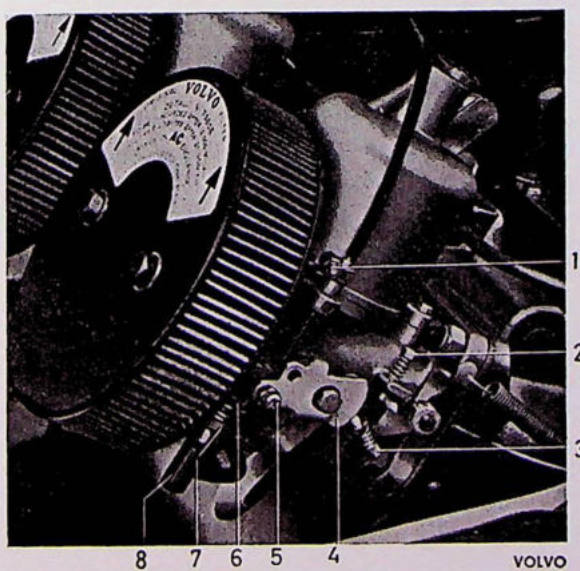

Fig. 2-95. Bediening
1. Plaats een 0,5 mm (0,020") dikke voelermaat bij „A”, Fig. 25 tussen het liever en de aanslag. Draai de stationaire stelschroeven (2, Fig. 2-95) zo ver los, dat de smookkleppen volledig gesloten zijn.
1. Stel de hoogste van de sproeiers ruwweg af door de afstelmoer (7, Fig. 2-95) eerst geheel omhoog en hem dan 1½ slag terug te draaien. Stel beide karburateurs gelijk af.
2. Draai de stationaire afstelschroeven (2) zo in, dat ze de smookkleplievers net aanraken als de smookkleppen gesloten staan. Draai ze dan een halve slag verder in.
4. Start de motor. Stel door middel van de stationaire afstelschroeven (2) het stationaire toerental op 600—800 omw./min. af. Draai de schroeven zo in, dat het aanzuiggeluid bij beide karburateurs even sterk is. Laat de motor warm draaien.
5. Stel de hoogte van de sproeier (en daarmee het benzine-lucht mengsel) door het verdraaien van de afstelmoer (7) nauwkeurig bij. De beste stand is bereikt wanneer het hoogste motortoerental wordt verkregen zonder de stationaire afstelschroeven te verdraaien.
2. Maak de schroef (5, Fig. 2-95) van de bedieningskabel los. Licht het liever zo ver op, dat de sproeier net naar beneden wil gaan.
3. Stel de snel-stationairschroef (3) zo af dat deze de snel-stationairkam op het liever (4) juist raakt, als de sproeier beïnvloed gaat worden, zoals in het vorige punt werd beschreven. Zet de borgschroef van de choke kabel in deze stand vast.